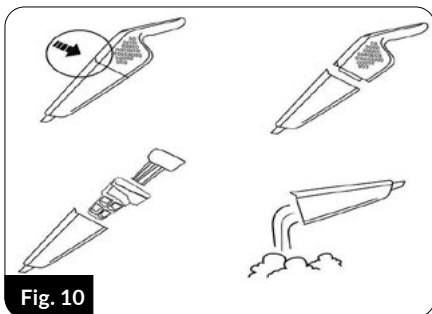

Fig. 10
6. Compruebe periódicamente el llenado del contenedor de polvo (12). Un contenedor demasiado lleno reduce el rendimiento de limpieza, aumenta el consumo de energía y hace que los filtros se ensucien más rápido. Para vaciar el contenedor de polvo, apague la aspiradora retirándola de la empuñadura principal, utilizando el botón (8), libere el contenedor de polvo (12) de la aspiradora, extraiga el filtro HEPA (10) y el cuerpo del filtro (11) del contenedor. Vierta el contenido del recipiente en la papelera (fig.10).